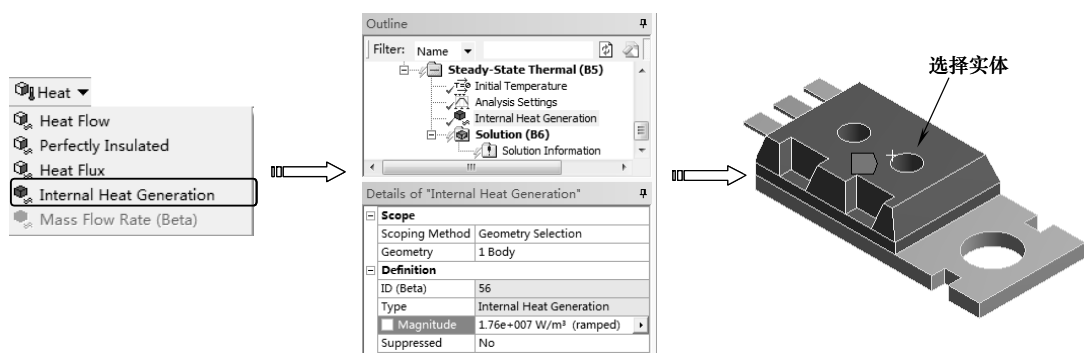

图 11-39 设置内部热生成
1) 在【Outline (分析树)】中选择【Steady-State Thermal (B5)】节点, 单击【Environment】工具栏上的【Heat】|【Internal Heat Generation (内部热生成)】命令, 单击【图形】工具栏上的选择模式下的【Single Select (单选)】按钮 , 然后再单击【Body (选择体)】按钮 , 选择芯片实体, 单击【Geometry】项中的【Apply】按钮完成。在【Details of “Internal Heat Generation”】列表中设置【Definition】选项下的【Magnitude】为 $1.76\text{e}7\text{W/m}^3$, 如图 11-39 所示。